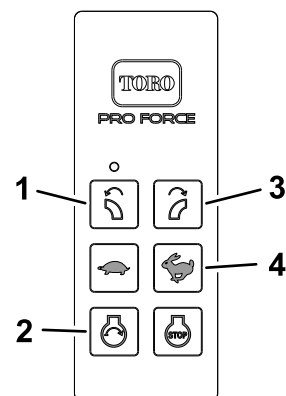

Figura 18
1. Pressione o botão ARRANQUE (Figura 18) no comando remoto.